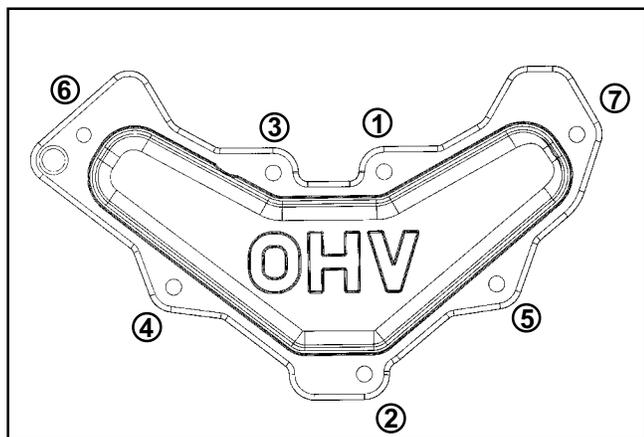

Figura 10-41. Sequenza di serraggio del coperchio delle valvole.
3. Serrare le viti del coperchio delle valvole a **11,0 N·m (95 in. lb.)** in fori nuovi oppure **7,5 N·m (65 in. lb.)** in fori usati, rispettando la sequenza illustrata in Figura 10-41.